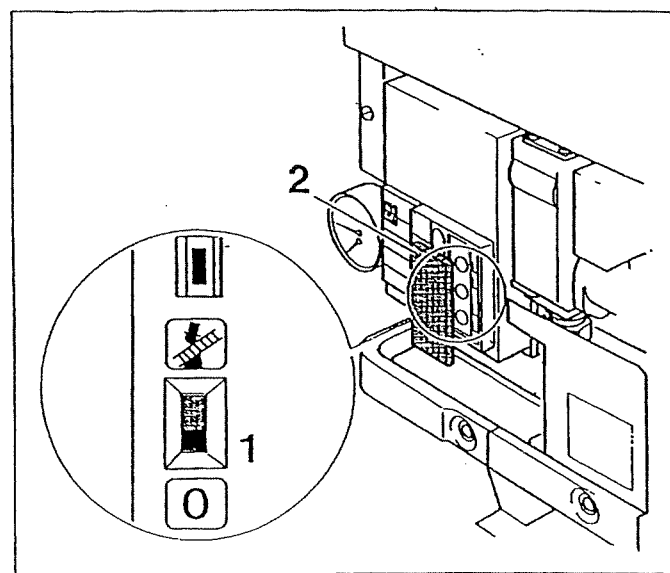

Fig. 35 Interruttore "spazzacamino"
- ◆ Rimettere il coperchio del 2° livello di comando (Fig. 35, punto 2).